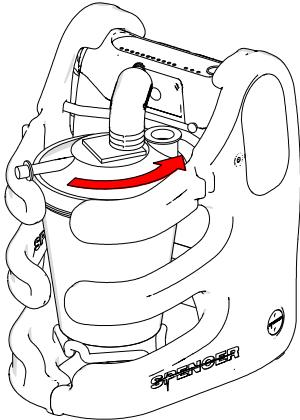

Fig. 7
2. Collegare il gruppo filtro /vaso all'aspiratore facendo ruotare il vaso e il gruppo filtro per facilitare l'inserimento (fig.7 e 8).